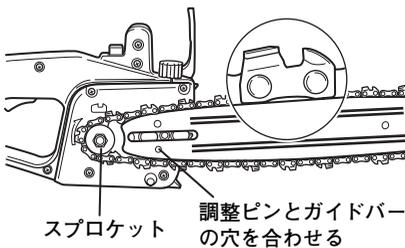

図 26
このときチェーン刃の刃の向きは、図 26 のようにセットしてください。
(2) 調整ピンがガイドバーの穴に入るようにして、本体の取付け部にガイドバーを合わせてから、チェーン刃をガイドバーの溝にはめ込みます。(図 26)
(3) チェンカバーを取付け、ボルトを軽く締めます。